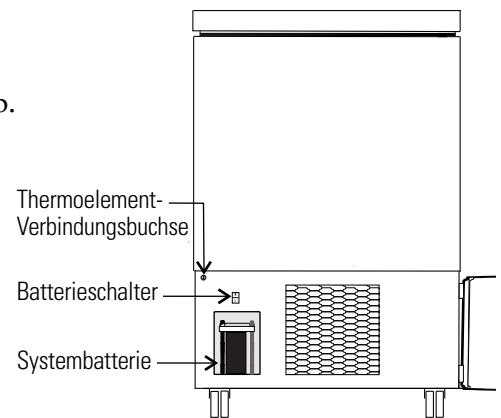

Abb. 5-2. Anordnung der Batterie und des Batterieschalters
2. Batterieschalter montieren (Abb. 5-2). Hauptschalter in die Position AUS (O) stellen.
3. Die drei Muttern, die die Batteriehalterung fixieren, entfernen. Siehe Abb. 5-2.